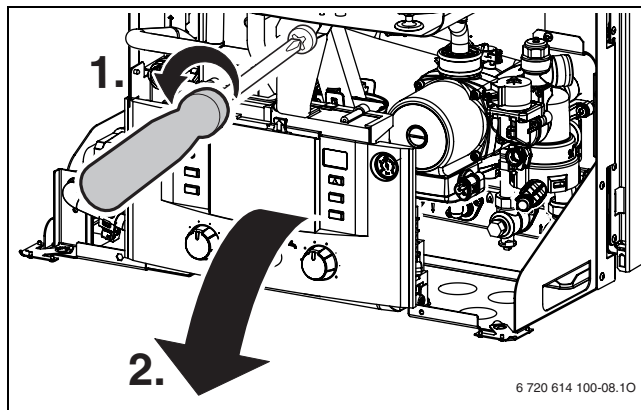

Fig. 21
- Svitare la vite di fissaggio (→ rif. 1, fig. 21) e far ruotare il cruscotto comandi verso il basso.